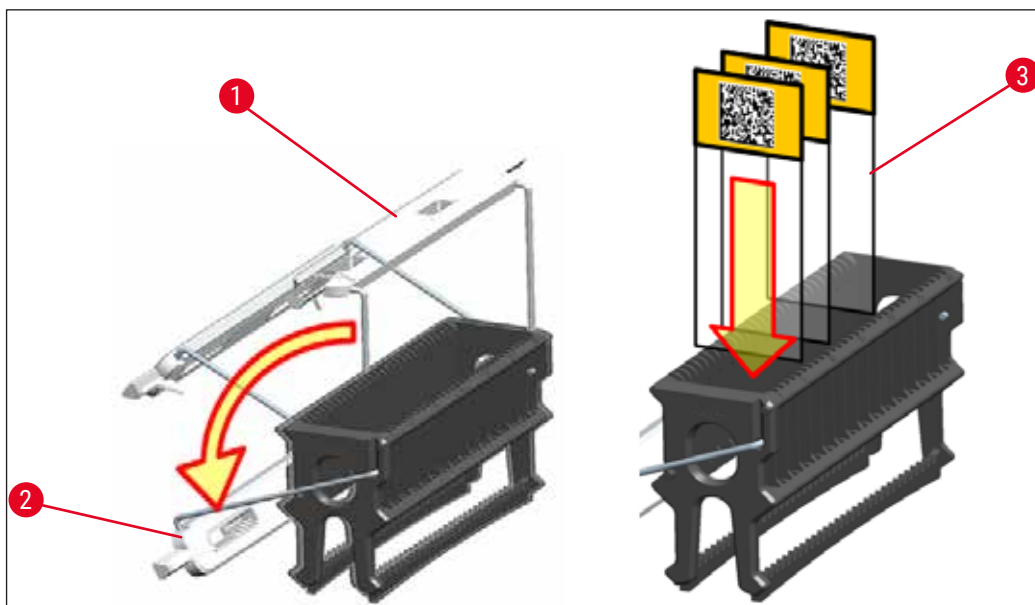

Abb. 83
- Die Vorderseite des Objektträgerhalters ist gekennzeichnet mit dem Leica Logo. Mit angebrachten Bügel ist bei Aufsicht auf dem Bügel **FRONT** zu lesen (→ "Abb. 83").
1. Den Bügel des Objektträgerhalters in die aufrechte Position klappen (→ "Abb. 83").